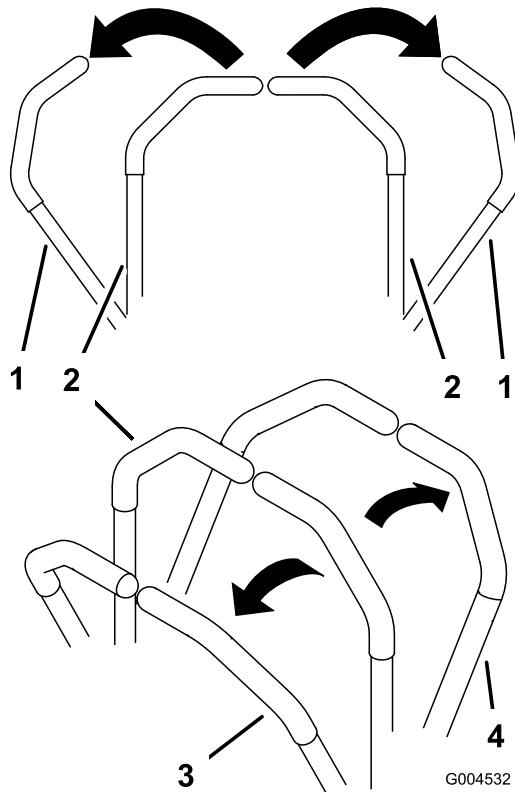

図 20
- 走行コントロール・レバー(図 20)をニュートラル固定位置にセットする。
- ・ 前への直進走行：両方のレバーをゆっくりと前に押す（図 20）。
- ・ 後への直進走行：両方のレバーをゆっくりと後に引く（図 20）。
- ・ 旋回；両方のレバーを手前に引いて走行速度を落とし、曲がりたい方向と反対側のレバーを押す（図 20）。